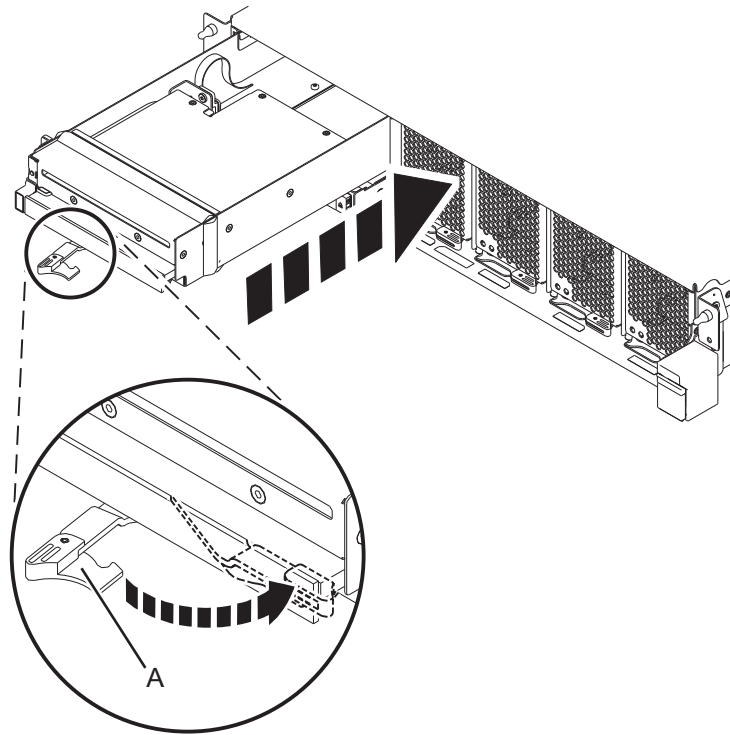

図 3. 9080-MHE、9080-MME、9119-MHE、または 9119-MME システム制御装置へのスリムライン・メディア・デバイスの取り付け
- スリムライン・メディア・デバイスのハンドル **(A)** が 図 3 に示すように回転して、開いていることを確認します。